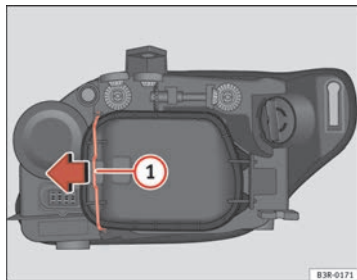

Abb. 208 Ablendlicht
Ein vorheriges Abnehmen des Deckels ⇒ Seite 283, Abb. 208 ist zwar nicht notwendig, erleichtert aber den Ersatz des Blinklichts. ■
- Den Spanner ⇒ Abb. 208 (1) in Pfeilrichtung bewegen und den Deckel abnehmen, indem zuerst die Seite des Spanners und danach die beiden Laschen des anderen Endes des Deckels abgenommen werden.